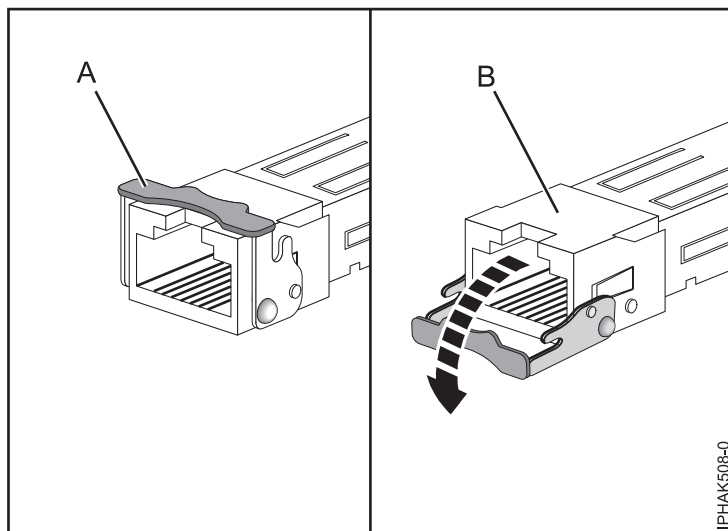

Figura 11. Remover transmissores-receptores SFP dos adaptadores
Nota: Algumas FRUs de adaptador Ethernet ou Fiber Channel requerem a remoção dos pequenos transmissores-receptores de ligação de factor de forma (SFP) (se existirem) para remover o contraponto. Com a placa colocada numa superfície plana antiestática, abra a ranhura (A) rodando-a para baixo e para fora da placa, conforme mostrado em Figura 11. Faça deslizar o transmissor-receptor (B) para fora do hardware do adaptador. Repita para o outro transmissor-receptor.
Nota: Algumas FRUs de adaptador Ethernet ou Fiber Channel requerem a remoção dos pequenos transmissores-receptores de ligação de factor de forma (SFP) (se existirem) para remover o contraponto. Com a placa colocada numa superfície plana antiestática, abra a ranhura (A) rodando-a para baixo e para fora da placa, conforme mostrado em Figura 11 na página 24. Faça deslizar o transmissor-receptor (B) para fora do hardware do adaptador. Repita para o outro transmissor-receptor.